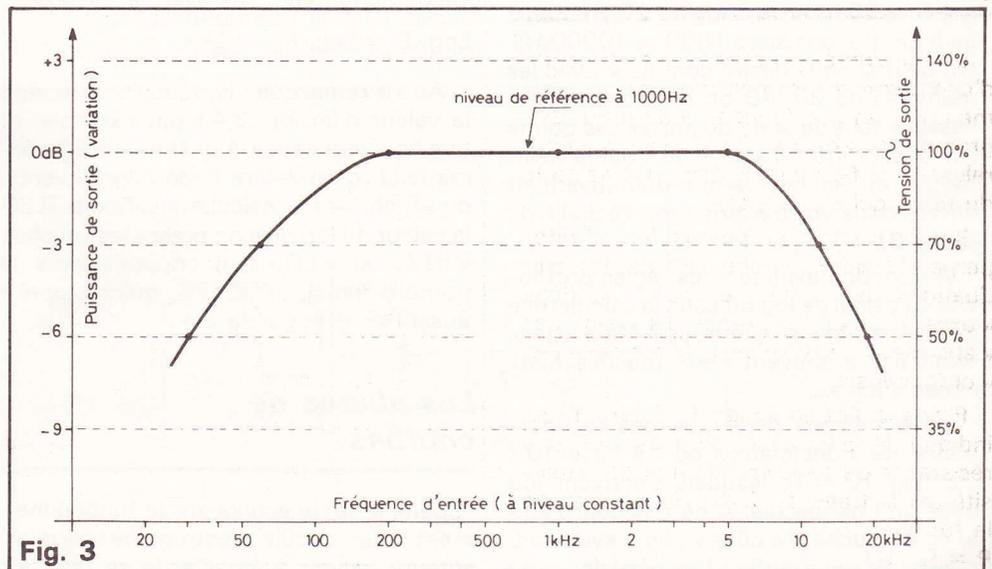

Fig. 3
Les échelles logarithmiques sont ces graduations dilatées au début et qui vont ensuite en se comprimant. Prenons un exemple très connu celui d'une courbe de réponse d'un appareil BF, ampli, préampli, phonocapteur, micro, etc. Voir figure 3.
De même la calculatrice nous indique  $\log. 100 = 2,0$ . Le point 100 Hz est donc à  $2,0 - 1,3 = 0,7$  unité de log., soit à  $0,7 \times 50 = 35$  mm de l'origine 20 Hz. De 5 en 5 cm traçons alors 1000 et 10000 Hz. On peut si on le désire continuer avec les multiples de 30, 70 et 150. Un conseil, essayez tout de suite de porter ces points sur une droite à l'aide d'un double décimètre, et les log seront définitivement ancrés dans votre esprit. (voir l'échelle de la fig. 3).
- Sur l'échelle log d'un graphique le zéro origine ne figure jamais. Cela peut être gênant au plan pratique mais c'est hélas impossible au plan mathématique, exemple sur notre échelle en fréquence de la fig. 3, le point 0 Hz se trouverait à des kilomètres à gauche du point 20 Hz ! Pourquoi ? Parce que  $\log. 0 = -\infty$ .